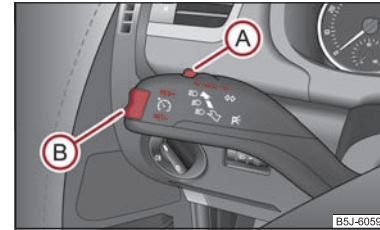

Abb. 95 Bedienungshebel: Wippe und Schalter der Geschwindigkeitsregelanlage
- Drücken Sie den Schalter **A** ⇒ Abb. 95 in die Stellung **ON**.
- Die gespeicherte Geschwindigkeit können Sie ohne Betätigung des Gaspedals durch Drücken der Wippe (B) ⇒ Seite 91, Abb. 95 in die Position **RES+ erhöhen**.
Die **Wiederaufnahme** der gespeicherten Geschwindigkeit erfolgt nach Loslassen des Brems- oder Kupplungspedals, bei Fahrzeugen mit automatischem Getriebe nur nach Loslassen des Bremspedals, und nach kurzem Drücken der Wippe (B) ⇒ Seite 91, Abb. 95 in die Position **RES+**.
- Drücken Sie den Schalter (A) ⇒ Seite 91, Abb. 95 nach rechts in die Stellung **OFF**. ■